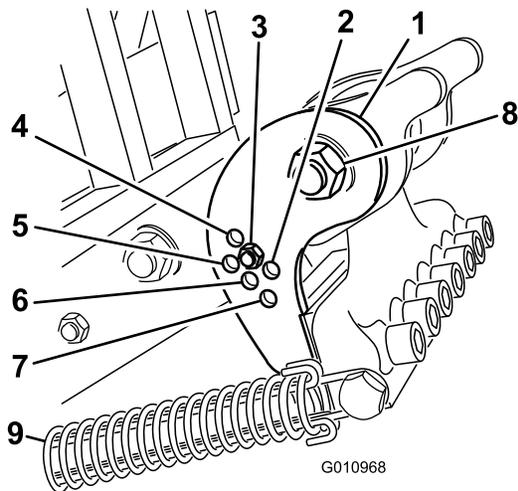

図 27
キャンバ・ブラケット（図 27）を、使用するタイヤに合った正しい位置にセットしてください。ヘッド・ストップのセット位置は基本的に 5ヶ所ですが、調整ロッドを通す穴を選択することにより、ヘッド・ストップのセット位置が 5ヶ所のうちの 1 つに決まります。これらの穴は事前に設定されており、たとえば、場合によっては、12インチ位置で10インチのタイヤを使うと、より滑らかな仕上がりとなります。
3. タイン・ヘッドにかかっているスプリングのテンションを解除する（図 27）。
4. キャンバ・ブラケットの調整穴についているボルトとナットを外す（図 27）。
5. タイン・ヘッドのピボット・ボルトをゆるめる（図 27）。